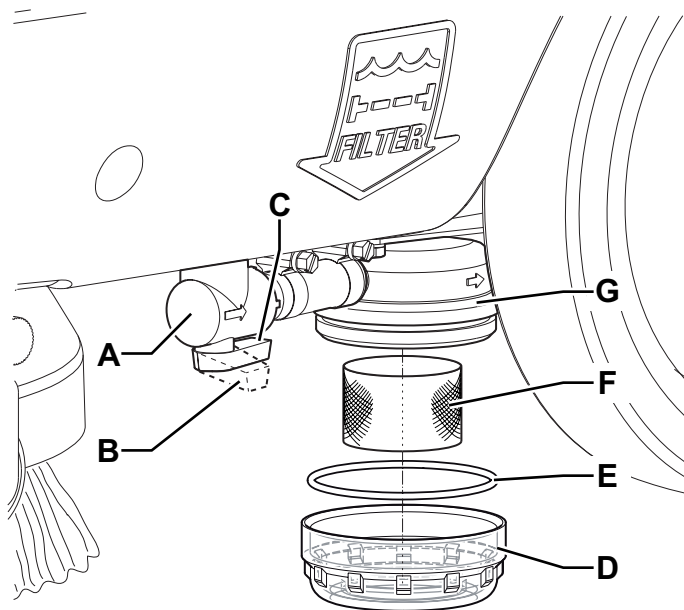

Figure 9
2. Contrôler que la manette (62) soit en position «0».
3. Fermer le robinet de la solution (A, Fig. 9) situé dessous la machine, devant la roue arrière gauche. Le robinet (A) est fermé quand il se trouve dans la position (B) par rapport aux tuyaux ; il est ouvert quand il se trouve dans la position (C).
4. Retirer le couvercle transparent (D) avec le joint d'étanchéité (E), puis retirer le filet filtrant (F). Les nettoyer et les reposer sur le support (G).